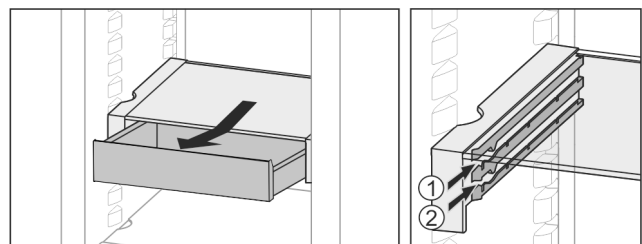

Fig. 29
- ▶ In beliebiger Höhe Fig. 29 (1) oder Fig. 29 (2) einschieben.